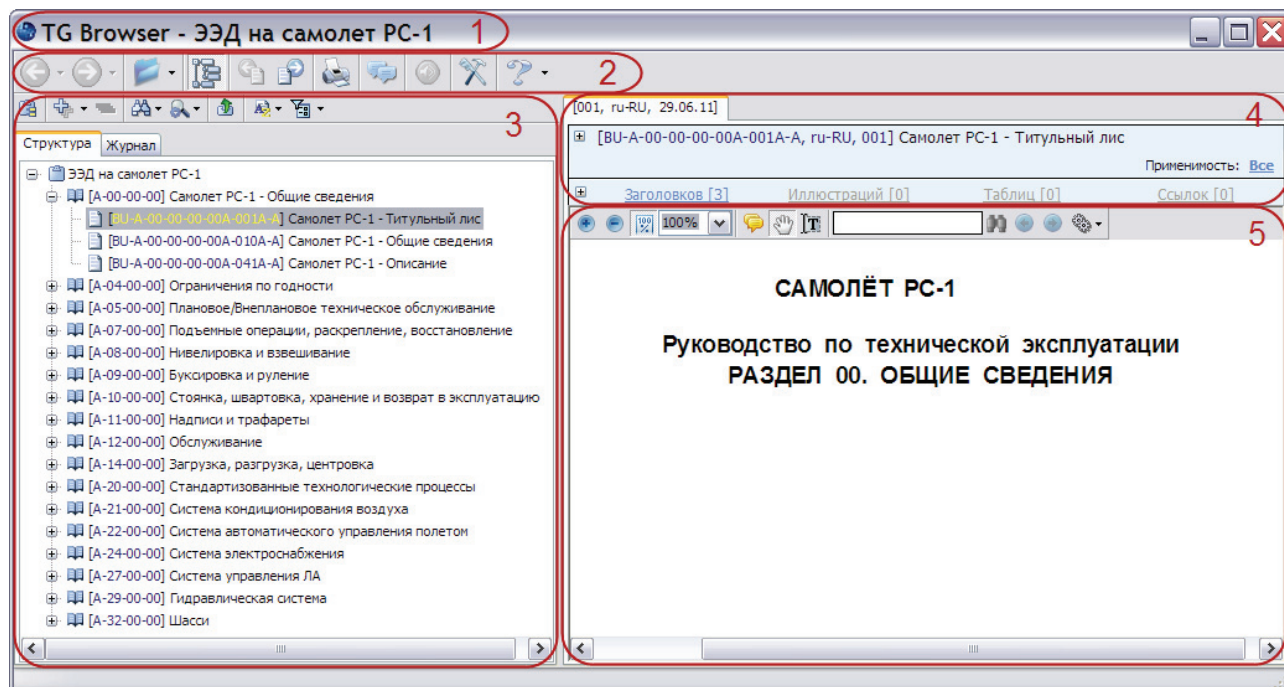

Рис. 2.77
В предыдущих разделах рассмотрены следующие части главного окна TG Browser - **Заголовок окна** (1), **Панель управления** (2), **Область отображения структуры и результатов поиска** (3) и **Область отображения информации о модуле данных** (4) (Рис. 2.77).
В следующем разделе описана **Область отображения содержимого модуля данных** (5) (Рис. 2.77).
В правой части главного окна программы расположена область отображения содержимого модуля данных. На рис. 2.77 она обозначена цифрой 5.